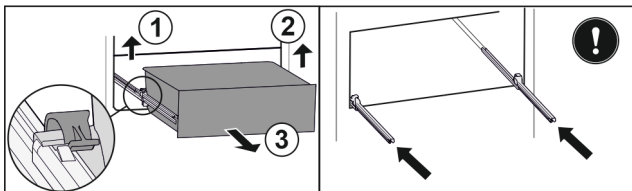

Fig. 112
- ▶ Soulever la bride gauche et tirer dans le même temps la partie gauche du tiroir vers l'avant. Fig. 112 (1)
- ▶ Soulever la bride droite et tirer dans le même temps la partie droite du tiroir vers l'avant. Fig. 112 (2)
- ▶ Retirer le tiroir par l'avant. Fig. 112 (3)